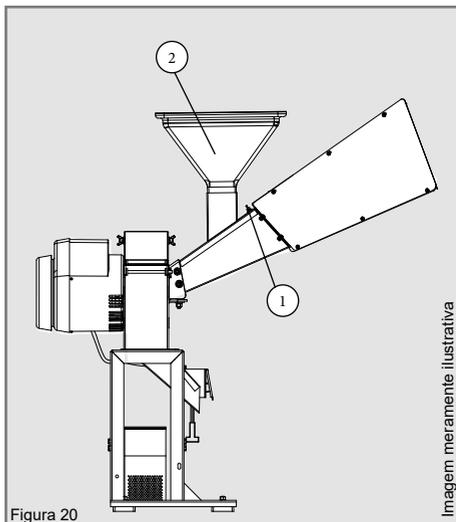

Figura 20
- ✓ Tome cuidado para **não sobrecarregar o motor**. Efetue a regulagem da gaveta de saída dos grãos (1) de maneira que entre no triturador somente o material que ele consiga triturar, de acordo com o tipo de peneira escolhida. A regulagem da gaveta de saída dos grãos é feita da seguinte forma: solte a borboleta que prende a gaveta e movimente a gaveta (1) para abrir ou fechar a saída de material localizada abaixo do funil do grão (2) conforme figura 20 .